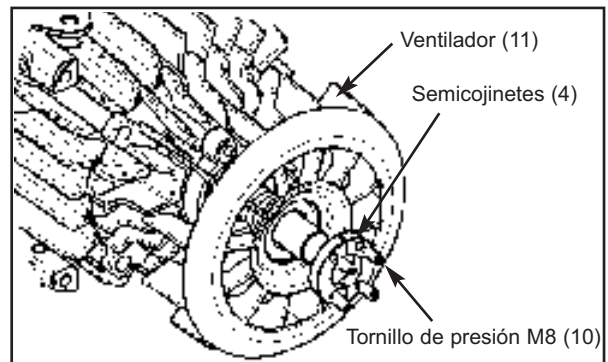

Figura 28
6. Fije los ventiladores (11) y los semicojinetes (4) con los tornillos de presión M8 (10) untadas con Loctite® 243\*. Apriete los tornillos de presión con un par de 11 lbs ft (15 Nm) ; ver la figura 28.